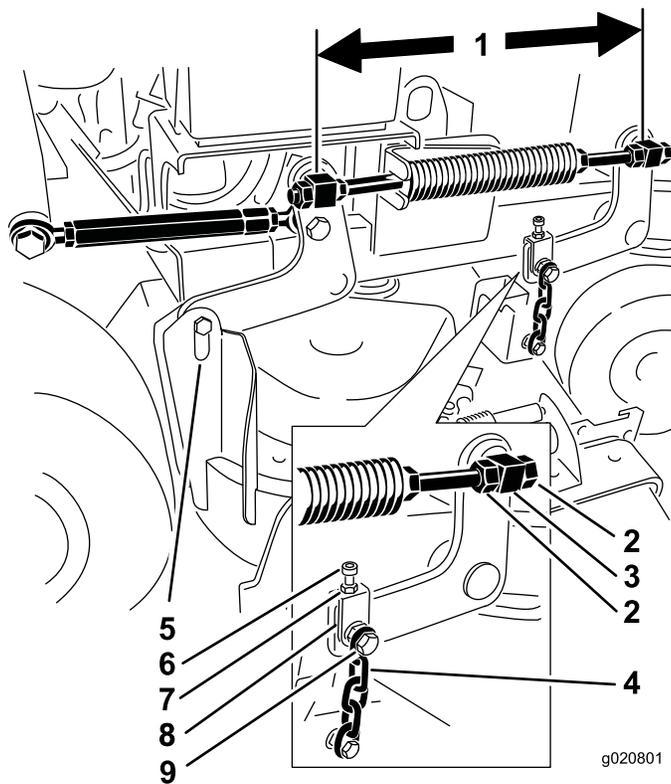

Рисунок 81
1. Проверьте расстояние между центрами шарнирных узлов (расстояние между центрами) на каждом резьбовом штоке (Рисунок 81).
2. Ослабьте контргайки на **переднем** шарнирном узле (Рисунок 81).
4. Затяните контргайки на **переднем** шарнирном узле (Рисунок 81).
4. Ослабьте контргайки на правом и левом передних шарнирных узлах (Рисунок 81).
6. Затяните контргайки на правом и левом передних шарнирных узлах (Рисунок 81).
4. Ослабьте контргайки на левом переднем шарнирном узле (Рисунок 81).
6. Затяните контргайки на левом переднем шарнирном узле (Рисунок 81).
5. Ослабьте верхние болты цепей (Рисунок 81).
6. Ослабьте контргайки на каждой вилке (Рисунок 81).
8. Затяните контргайки и верхние болты цепей (Рисунок 81).